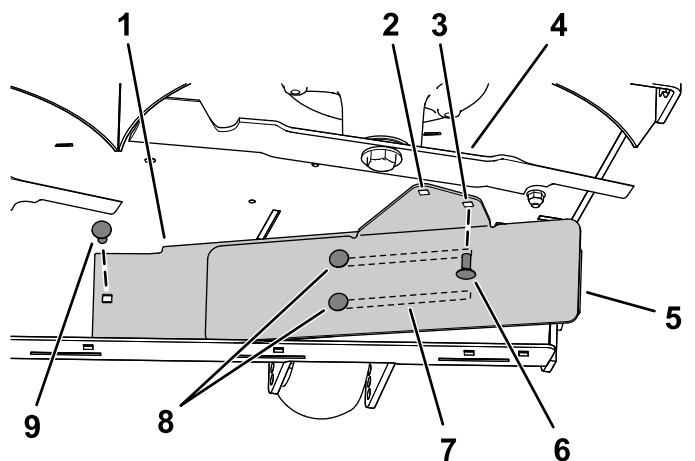

Рисунок 9
3. Установите левую сторону дефлектора с помощью каретного болта (5/16 x $\frac{3}{4}$ дюйма) и фланцевой гайки (5/16 дюйма), как показано на Рисунок 9.
4. Ослабьте 2 каретных болта (5/16 x $\frac{3}{4}$ дюйма) в пазах дефлектора и сдвигайте дефлектор до тех пор, пока отверстие не совместится с отверстием в деке газонокосилки (Рисунок 9).
5. Установите дефлектор, как показано на Рисунок 9.
Внимание: Убедитесь в том, что вы используете правильные отверстия для дефлектора; см. в Рисунок 9.
6. Затяните 2 каретных болта (5/16 x $\frac{3}{4}$ дюйма) в пазах дефлектора Рисунок 9.